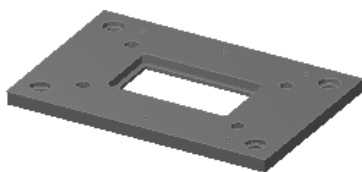

图 2.2 零件模型
Step1. 打开模型。选择文件 D:\mcx6.11\work\ch02\B_PLATE.MCX-6，系统进入加工环境，此时零件模型如图 2.2 所示。